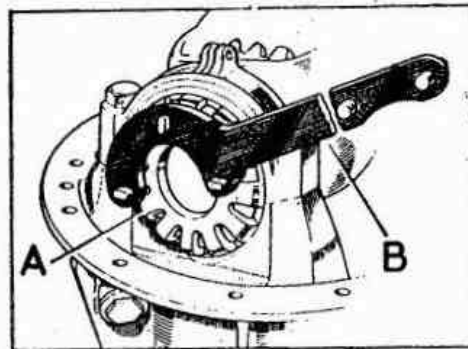

Fig. E -51 Ajuste de las tuercas con muesca
- 6.09. Instalar las dos tuercas con muescas, A (Fig. E -51), y las tapas de los cojinetes en los costados respectivos del diferencial; y apretar los tornillos de fijación de las tapas, pero no de una manera completa.